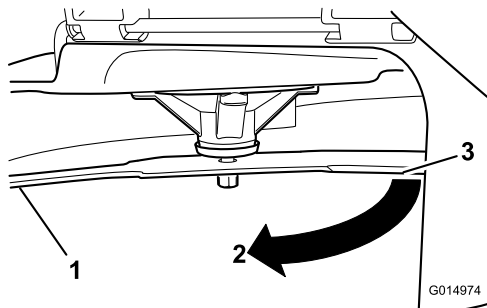

Figure 54
3. Seconde distance mesurée entre la lame et la surface (B)
4. Tournez la même lame de 180 degrés pour amener l'autre tranchant à la même position (Figure 54).